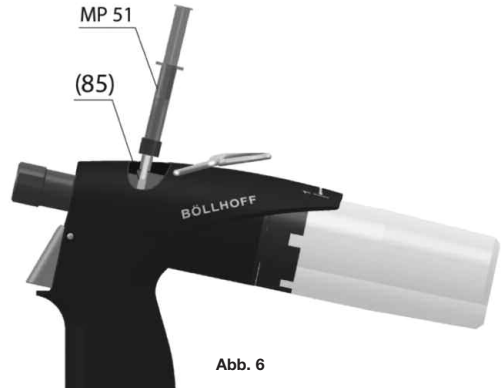

Abb. 6
- 5- Schrauben Sie die mit Hydrauliköl befüllte Ölspritze (Abb.6) in die Hydraulik Bohrung.